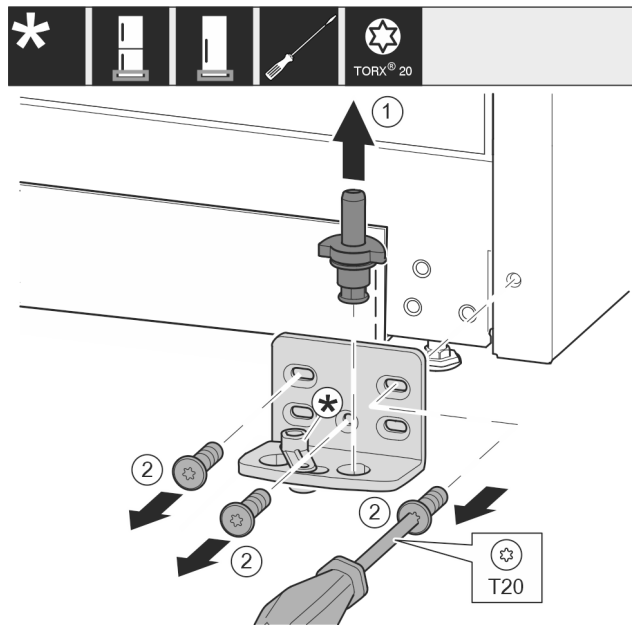

Fig. 42 *
- ▶ Húzza ki teljesen a csapszeget Fig. 42 (1) felfelé.*
- ▶ Tekerje ki a csavarokat Fig. 42 (2) csavarhúzóval, és vegye le a csapágybakot.*